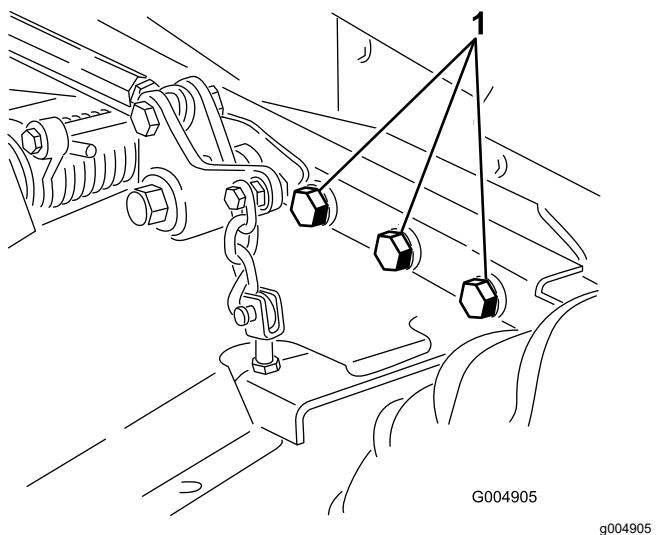

Figure 60
- Vérifiez le serrage de toutes les fixations et resserrez-les au besoin. Serrez les 6 boulons qui fixent le cadre du tablier de coupe au groupe de déplacement (Figure 60) à 359 N·m (265 pi-lb).